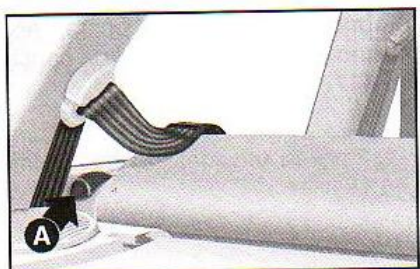

fig. 112
5) Desencaixar o encosto operando nas alavancas laterais A-fig. 112 no sentido da seta.